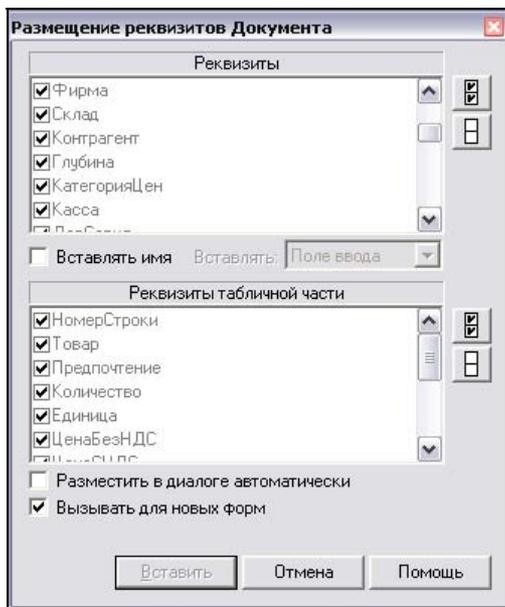

Рис. 5.18. Вставка реквизитов в документ
1. Шапка документа. Здесь размещаются реквизиты шапки документа и поясняющие записи к ним. Для добавления или удаления реквизитов следует нажать внизу экрана кнопку **Реквизиты** (с желтым плюсом). Откроется диалог, как на рис. 5.18.